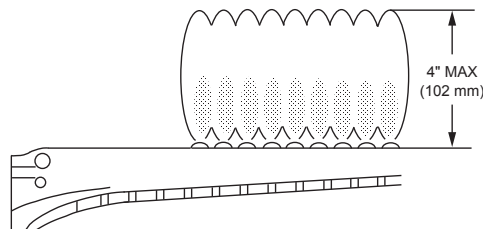
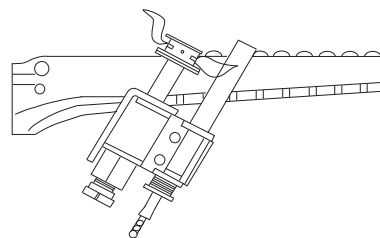

Figure 70. Flamme brûleur principal
Figure 71. Flamme de la veilleuse millivolt
4. Inspectez visuellement les flammes du brûleur et de la veilleuse. Des flammes jaunes indiquent une restriction d'apport d'air. Des flammes soulevées ou sifflantes indiquent une surpression de gaz. Des flammes basses indiquent une faible pression de gaz. Si cela se produit, éteignez l'appareil et joignez un technicien d'entretien licencié, voir **Figure 70** et **Figure 71**.